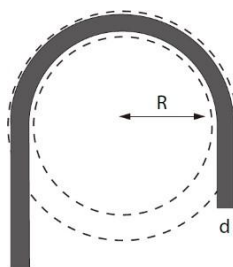

Figura 7 Raza minimă de îndoire
- La cablarea modulelor, țineți întotdeauna cont de raza minimă de îndoire (vezi Figura 7). Această rază minimă de îndoire reprezintă curbura admisibilă în jurul căreia poate fi îndoit cablul. În funcție de tipul de cablu, trebuie aplicat un coeficient specific (multiplicator de cablu). Pentru cablurile noastre de curent continuu, acest parametru este 4.